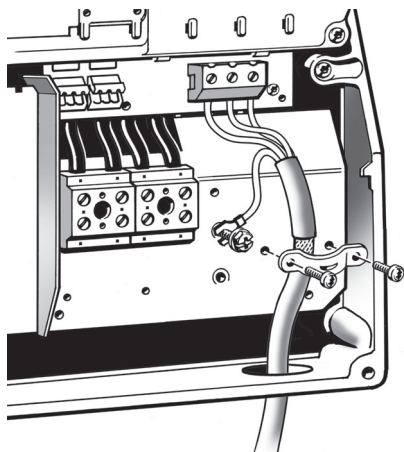

Fig. 15 Motortilslutning, B1 og B2
1. Tilslut jordlederen til klemme 99 (PE). Se fig. 15.
2. Tilslut motorlederne til klemme 96 (U), 97 (V), 98 (W).